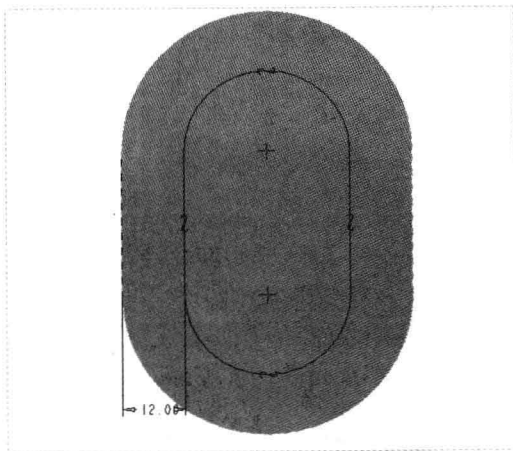

图 18-33 绘制截面 2
Step 03 采用与上同样的方法，使用“拉伸”命令，弹出“拉伸”选项卡；在绘图区选择模型的顶面作为草绘平面，进入草绘环境，单击“草绘”选项卡中的相应按钮，绘制截面，如图 18-33 所示。